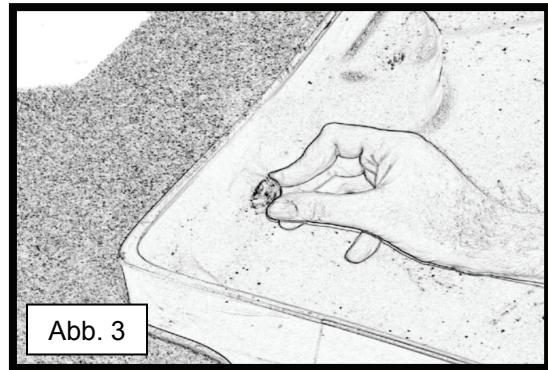
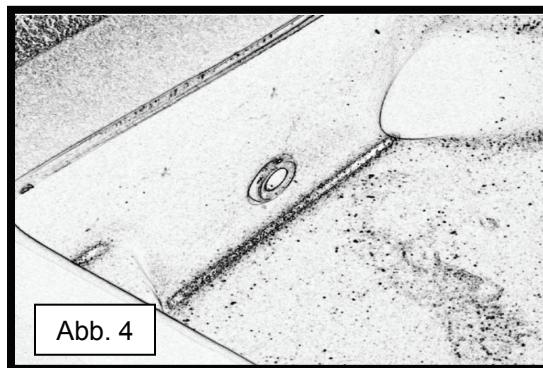

Abb. 3
Abb. 4
- 3) Die Ringdichtung aus Gummi in das gebohrte Loch einführen (siehe Abb. 3). Das Ende einer Schraubendreher und ein Kittmesser verwenden, um die Ringdichtung im Loch herum „einzuarbeiten“. Die Dichtung von beiden Seiten des Sammelzentrums in das Loch arbeiten. Wenn Sie die Dichtung richtig eingepasst haben, sollte sie so aussehen, wie in Abbildung 4 gezeigt. Wiederholen Sie Schritt drei für das gegenüberliegende Sammelzentrum.